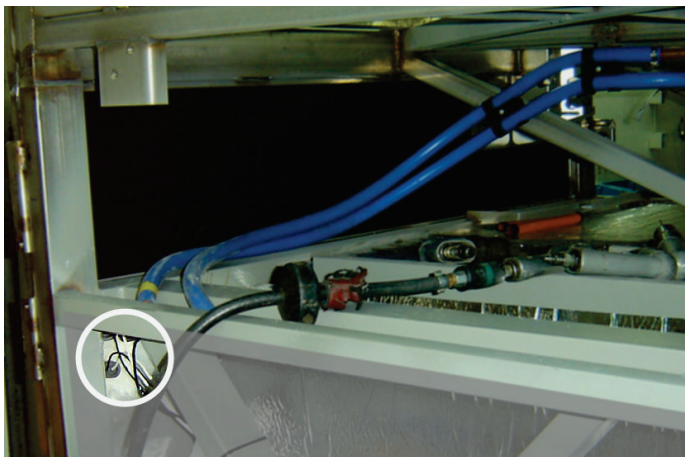

Figure 9
4. Déconnectez les fils et tirez à l'intérieur du véhicule par l'ouverture (Fig. 9).